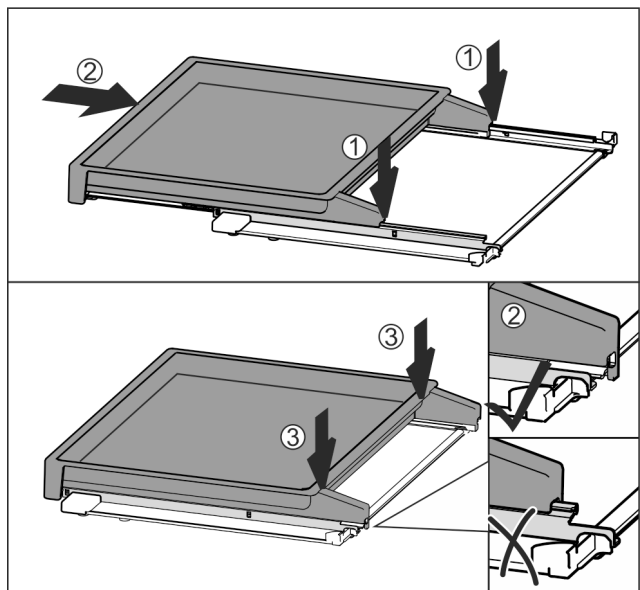

Fig. 97
- ▶ Mittig auf Schienen aufsetzen Fig. 97 (1).
- ▶ Auszugsbord vollständig einschieben Fig. 97 (2).
- ▶ An hinterer Seite drücken bis es hörbar einrastet Fig. 97 (3).